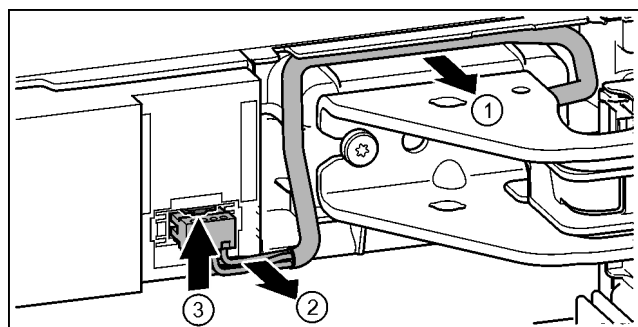

Fig. 18
- ▶ Осторожно освободить кабель над опорным кронштейном из направляющей. Fig. 18 (1)
- ▶ Аккуратно вытянуть жилы кабеля из канала. Fig. 18 (2)
- ▶ Прижать соединительную накладку вверх и осторожно вынуть штекер. Fig. 18 (3)